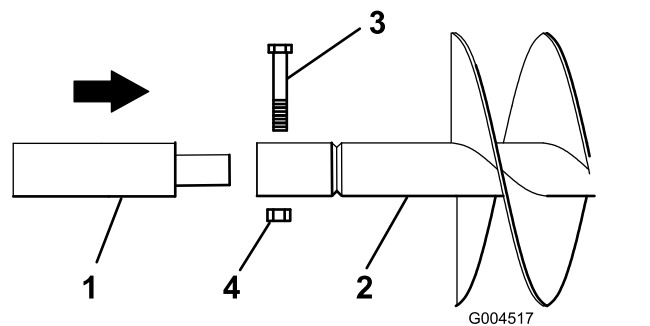

Bild 6
6. Wenn Sie eine Verlängerung mit dem Erdbohrer verwenden, setzen Sie das Ende der Verlängerung in das Ende des Erdbohrers ein und befestigen Sie den Erdbohrer mit einer Schraube ($\frac{7}{8}$ " x $4\frac{1}{2}$ ") und einer Mutter ($\frac{7}{8}$ ") an der Verlängerung, wie in Bild 6 abgebildet.